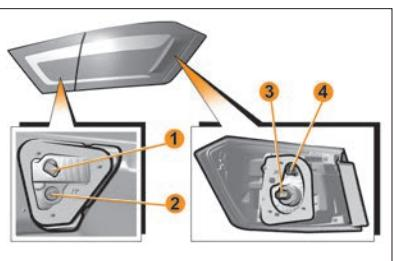

Рис. 12. Задние фонари
Для замены лампы света заднего хода **1** (рис. 12) необходимо:
- преодолевая сопротивление держателей, отогнуть обивку крышки багажника для доступа к патрону-разъему 1 (рис. 12). Во избежании повреждения обивки, отгибание производить на величину не более 7–8 см;
- повернуть патрон-разъем 1 (рис. 12) против часовой стрелки и вынуть его из посадочного места в сборе с лампой;
Для замены лампы габаритного огня 2 (рис. 12) необходимо: